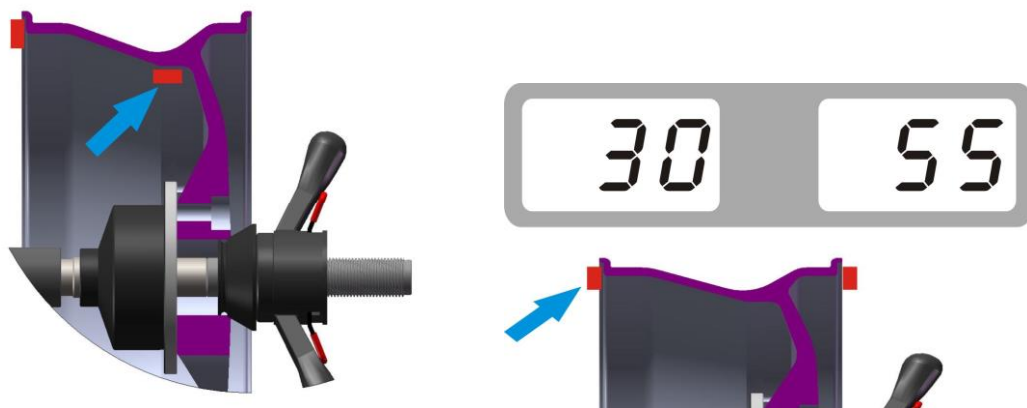

Fig. 6
- Rör hjulet långsamt moturs, alla led-dioder på höger display lyser när rätt vinkelläge är för montage av balansvikter på utsidan (klockan 12 eller klockan 09), som **Fig. 6**